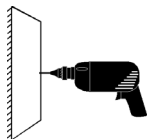

Figura 1
- Praticare un singolo foro utilizzando una punta da legno da 4mm oppure un tassello da muro per pareti in mattoni e calcestruzzo (Figura 1).